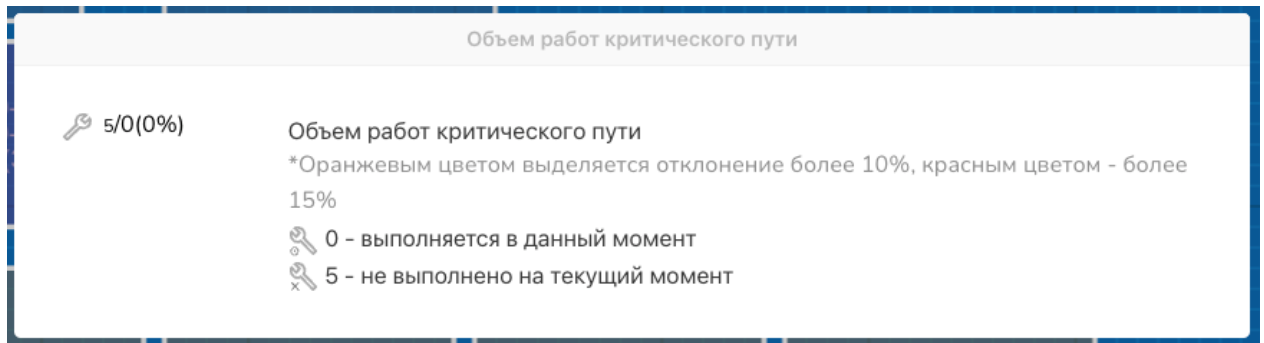

Рисунок 103 - Всплывающее окно «Объем работ критического пути»
- **Объем работ критического пути** (Рисунок 103) – количество операций, входящих в критический путь, количество